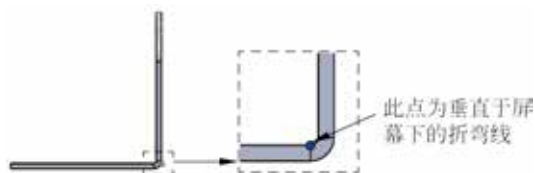

图 5.92 折弯在外
- （折弯在外）单选项：选取该选项时，折弯区域将置于折弯线的某一侧，如图 5.92 所示。